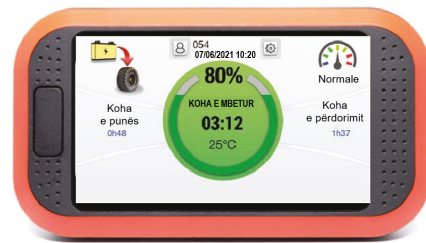

Figura 3
**Figura 3 dhe 4:** Paneli i kontrollit të baterisë inteligjente Truck iQ™